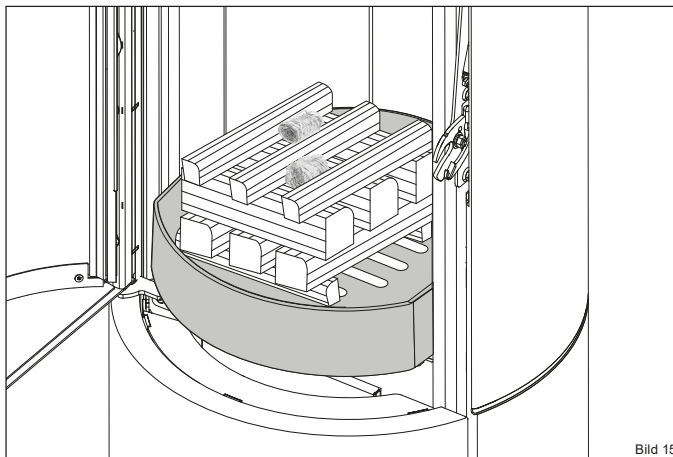

Bild 15
- ▶ Platzieren Sie die Holzscheite mittig auf dem Feuerrost im Feuerraum (Bild 15):
- ▶ die ersten 2 (2) quer zur Feuerraumscheibe an das vordere und hintere Ende der Rostöffnung legen
- ▶ die nächsten 3 (3) drei in Längsrichtung zur Feuerraumscheibe auf die beiden ersten Stücke legen
- ▶ die nächsten 3 (3) quer darüber
- ▶ die letzten 3 (3) längs darüber
- ▶ die Anzündhilfe (3) mittig zwischen die oberen Holzscheite